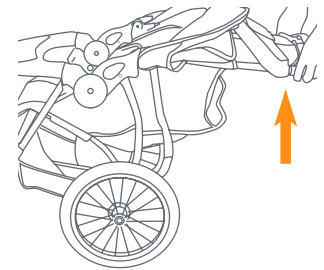

Fig. 22b
- Lift up on the stroller handle with both hands until the stroller frame is erected and locked in the open position (Fig. 22b). The stroller has spring-loaded latches on both sides of the frame.
- Levante el manubrio del carrito con ambas manos hasta que el armazón del carrito esté erguido y trabado en la posición abierta (Fig. 22b). El carrito tiene pestillos accionados por resorte a ambos lados del armazón.